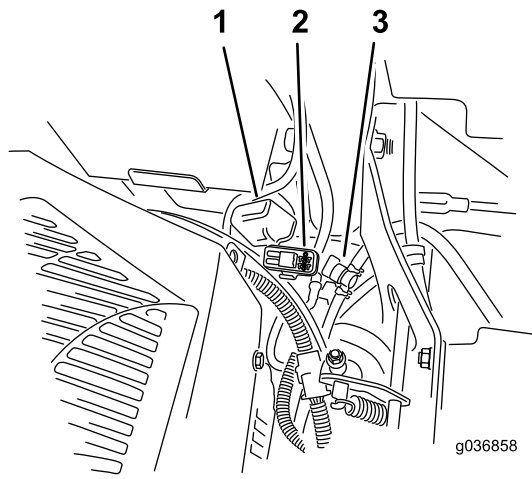

Bild 56
Die Sicherungen befinden Sie rechts am Armaturenbrett neben dem Sitz (Bild 56).
- Setzen Sie eine neue Sicherung ein (Bild 56).